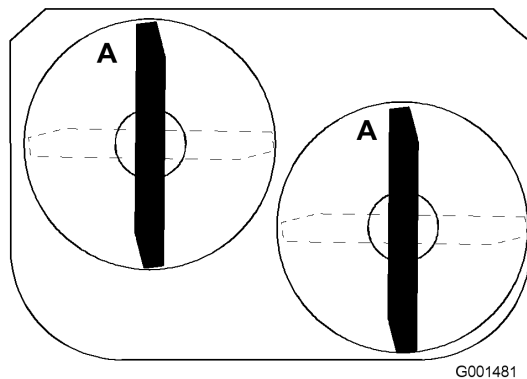

Figura 56
1. Gire las cuchillas hasta que los extremos estén orientados hacia adelante y hacia atrás (Figura 56).